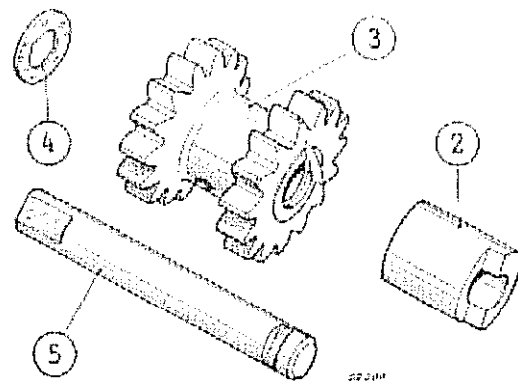

Fig. 232
En la Fig. 232, se han representado todas las piezas que constituyen el eje de marcha atrás. Las indicaciones de montaje de las mismas son las siguientes:
- 2) Colocar la placa retén del eje de marcha atrás, de manera que la placa tome al eje por su ranura y al buje en el rebaje que se puede apreciar en la Fig. 232.